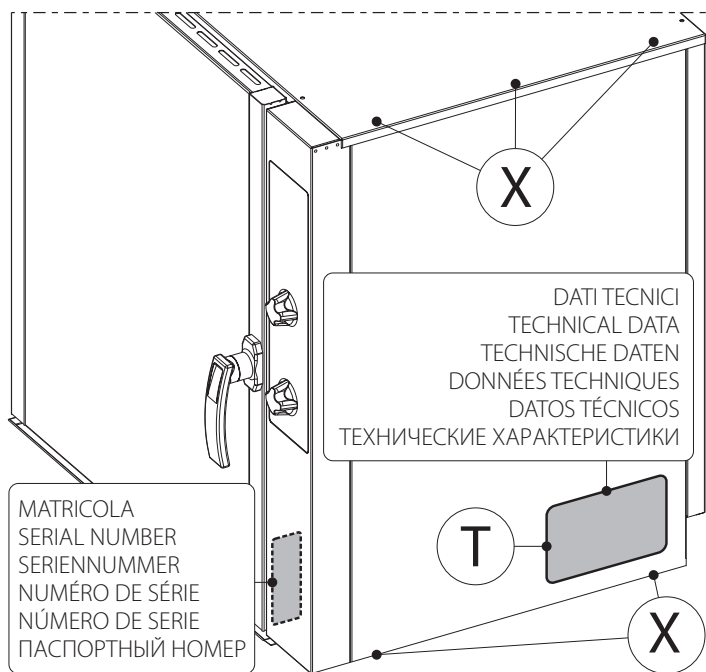
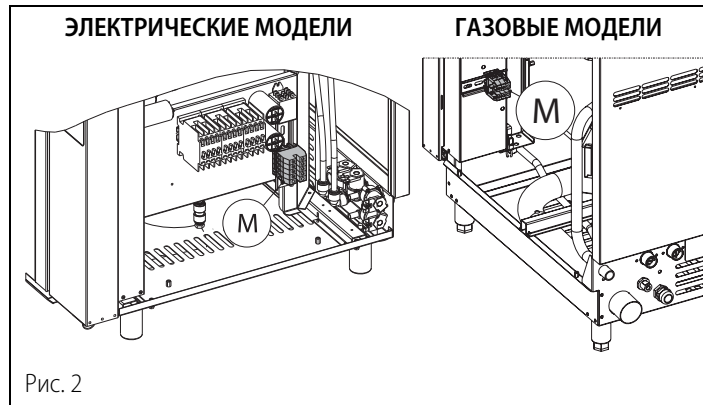

Рис. 1.1
Рис. 2
**i** Заводская табличка с техническими данными | T | рис.1.1 из клейкого полиэстера находится на правой стенке - внутри и снаружи.
Для доступа к клеммной колодке | M | рис. 2 следует снять заднюю панель, отвинчивая винты | X | рис.1.1, которые находятся в ее верхней и нижней части. Следуя инструкциям электросхемы, подсоединить проводники кабеля питания к клеммной колодке. Проложить кабель на днище, зафиксировав его специальным прижимом | ⚡ | рис. 1. Подключить оборудование к надежной системе заземления, подсоединив заземляющий провод к расположенному рядом с клеммной колодкой винту, обозначенному соответствующим символом  $\equiv$ . Оборудование должно быть также включено в эквипотенциальную систему, подобное соединение осуществляется посредством винта, обозначенного символом | ⚡ | рис. 1, который расположен в задней части оборудования. Эквипотенциальный провод должен иметь сечение 10 мм2.
Снять боковую панель (рис.1.1)
Для настройки или регулировки следует получить доступ к клапану и к горелке путем снятия боковой правой панели (рис. 1.1).